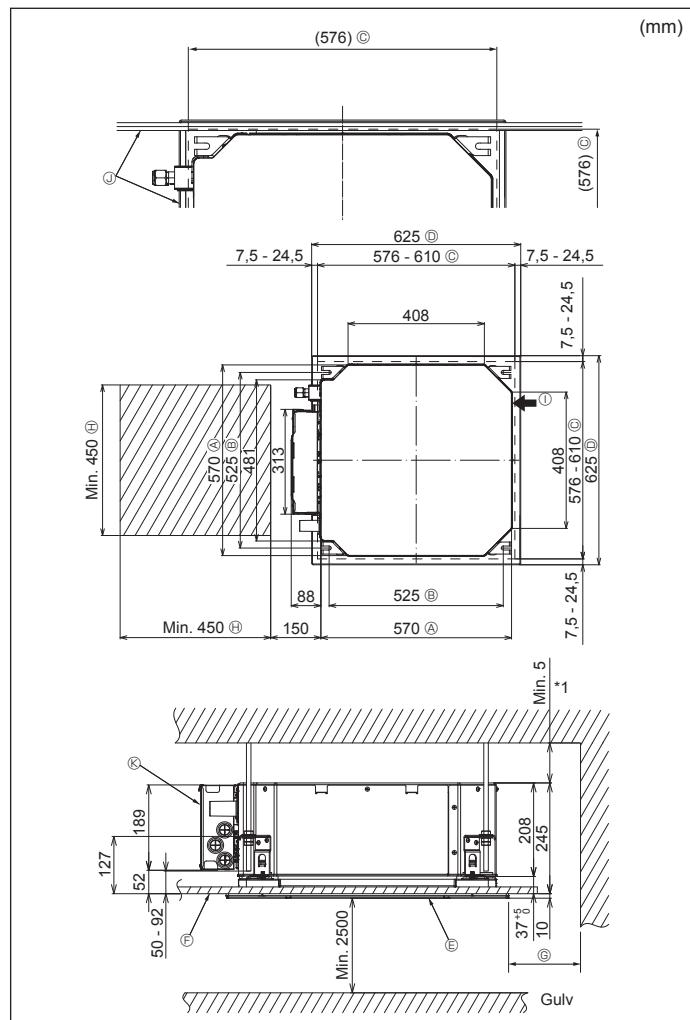

Fig. 4-2
②	Spændskiver (med isolering)	4
③	Spændskiver (uden isolering)	4
④	Røraf dækning (til kølerørssamling)
⑤	Lille diameter (væske)	1
⑥	Stor diameter (gas)	1
⑦	Bånd (stort)	6
⑧	Bånd (medium)	2
⑨	Bånd (lille)	2
⑩	Afløbsmuffe	1
⑪	Isolering	1
4.2. Åbninger mod loft og placering for installation af suspensionsbolt (Fig. 4-2)